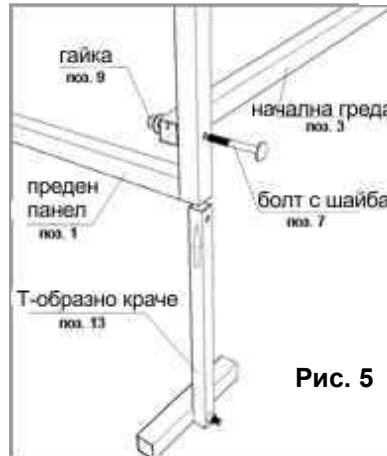

Рис. 5
5.2.2. Съединете с болтове 6x50 mm предния панел с началната греда, като закрепите и крачетата съгласно пробитите отвори (рис. 5).